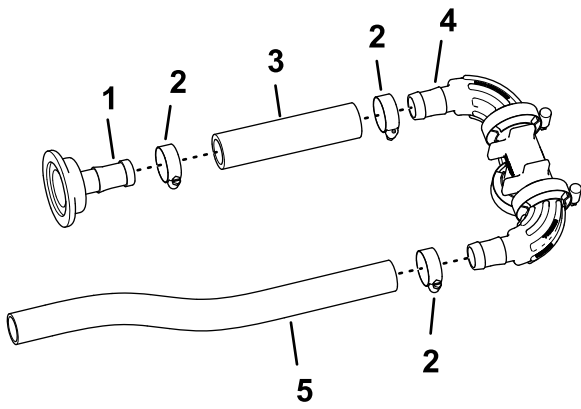

图88
1. 用软管夹 3/4 ~ 1-1/2 英寸将软管 1 x 5-3/4 英寸安装到直通软管宝塔接头 1 x 2 英寸上然后用手拧紧夹具图88。
2. 如图88所示用软管夹将软管1 x 5-3/4 英寸的另一端安装到歧管的宝塔接头上然后用手拧紧软管夹具。
3. 用软管夹将软管1 x 16 英寸安装到歧管的另一个宝塔接头上然后用手拧紧夹具图88。